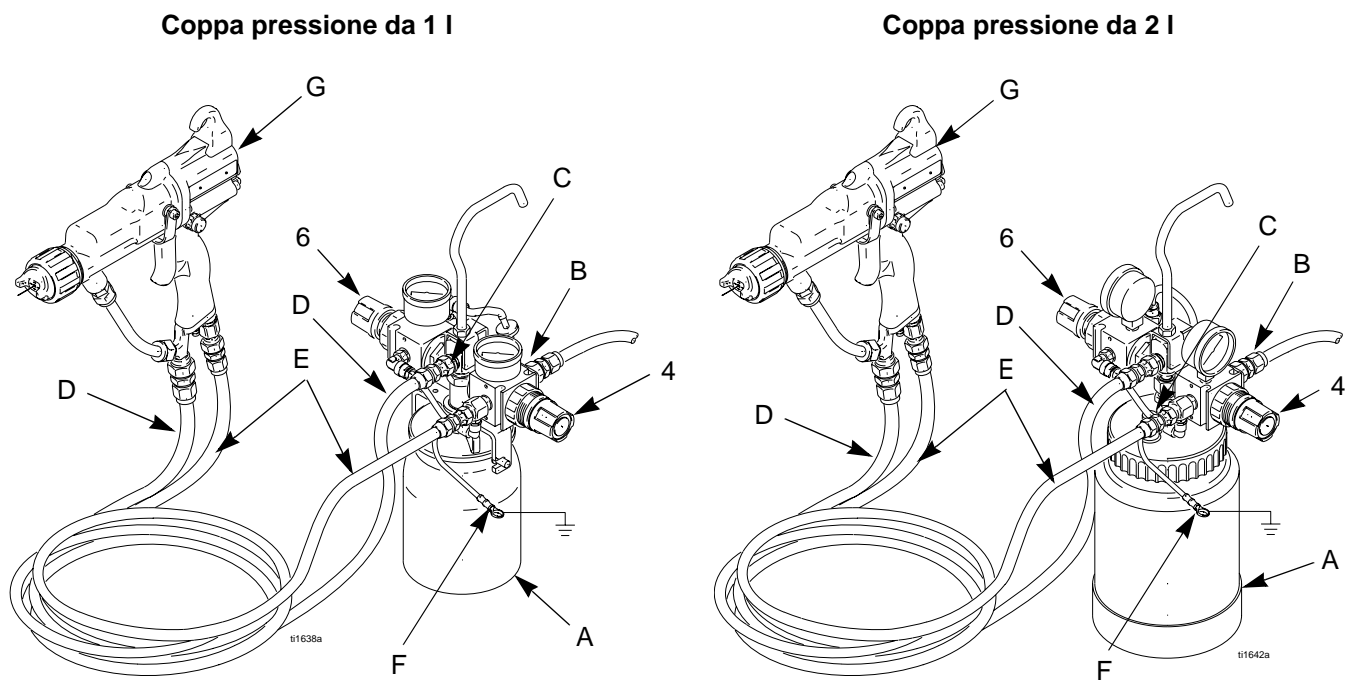

Fig. 1. Installazione tipica
Collegare i flessibili aria (E) e fluido (D) come mostrato nella Fig. 1. Nelle pistole elettrostatiche, collegare il filo di messa a terra del flessibile aria (F) ad una messa a terra efficace.